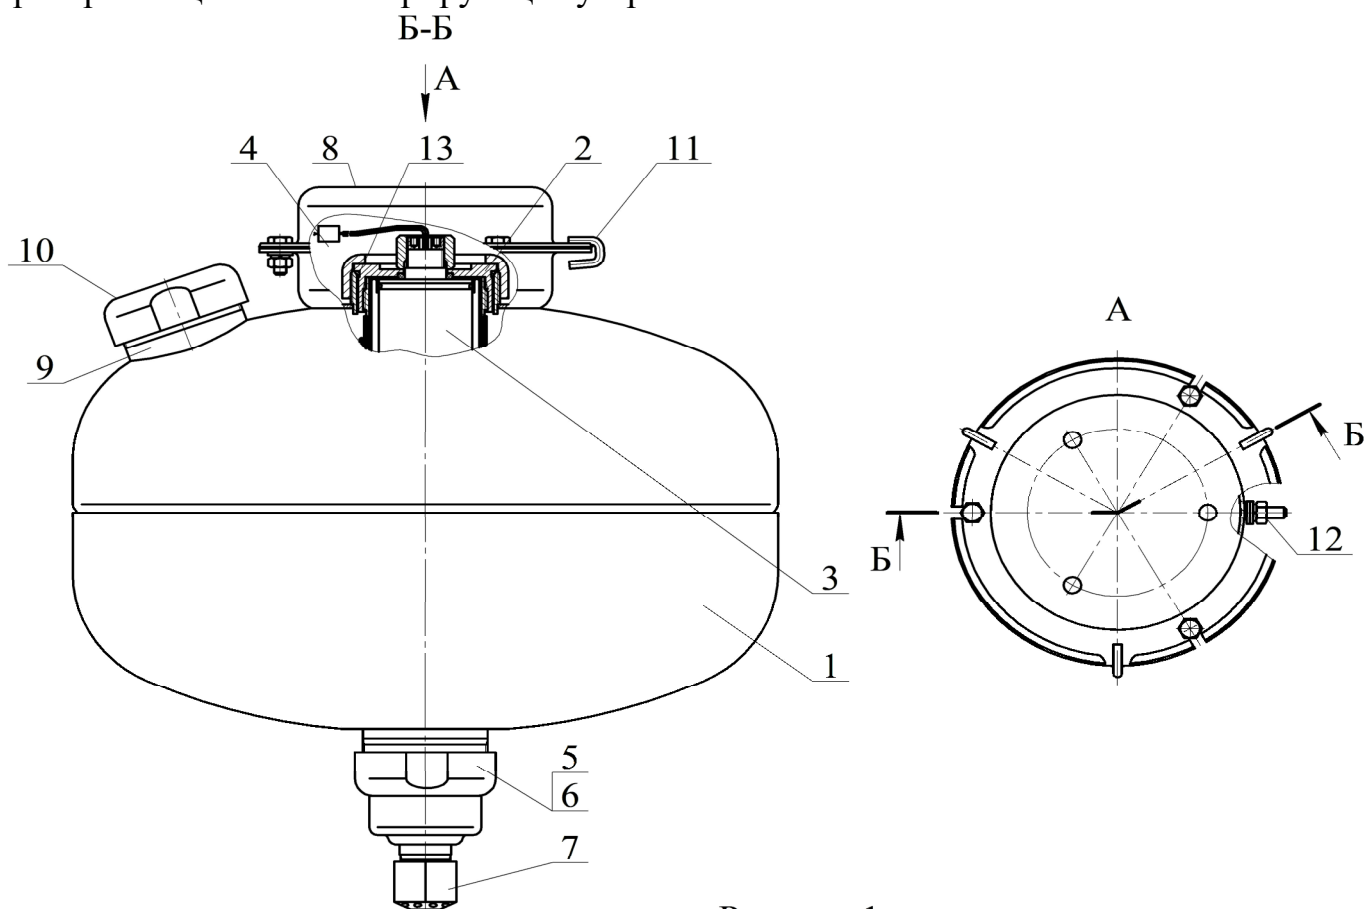

Рисунок 1
4.1.1 МУПТВ (см. рисунок 1) состоит из корпуса 1, заправленного ОТВ, в котором размещено газогенерирующее устройство 2.
После подачи электрического импульса на выводы элемента электропускового 4 (см. рисунок 1) ИХГ 3 генерирует газ, который создает давление внутри корпуса МУПТВ для вскрытия мембраны 5 и выпуска через насадок-распылитель 7 в зону горения тонкораспыленной струи ОТВ.
6.3 Закрепить кронштейн 8 (см. рисунок 1) на потолке. Координаты отверстий в кронштейне приведены на рисунке 6.
6.5.1 Подготовка ОТВ для МУПТВ-13,5-ГЗ-ВД($t^{\circ}\text{C} = +5_{\text{п}}$): залить в отверстие верхней горловины 9 (см. рисунок 1) воды по ГОСТ 6709-72, СанПиН 2.1.4.1074-01 (температура воды должна быть от плюс 15 $^{\circ}\text{C}$ до плюс 25 $^{\circ}\text{C}$) объемом 11,8 $^{+0,2}_{-0}$ дм³. Открыть упаковки с жидкими добавками к воде и залить их в отверстие верхней горловины 9.
6.5.3 Полученный раствор ОТВ залить в отверстие верхней горловины **9** (см. рисунок 1). Для окончательного приготовления ОТВ открыть упаковки с жидкими добавками к воде и залить их в отверстие верхней горловины **9**. Установить в отверстие горловины предохранительный клапан **10**. Сверху закрутить гайку до упора.
6.6 На выпускную горловину гайки **6** (см. рисунок 1) накрутить до упора насадок-распылитель **7**.
7.4 Комплект поставки для перезарядки МУПТВ (см. рисунок 1):